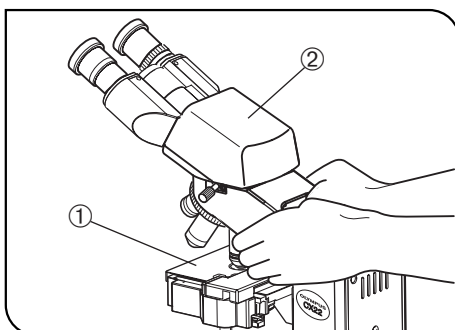

Рис. 2
5. При переноске микроскопа держите его с обеих сторон вокруг консоли, как показано на рис. 2, и соблюдайте осторожность.